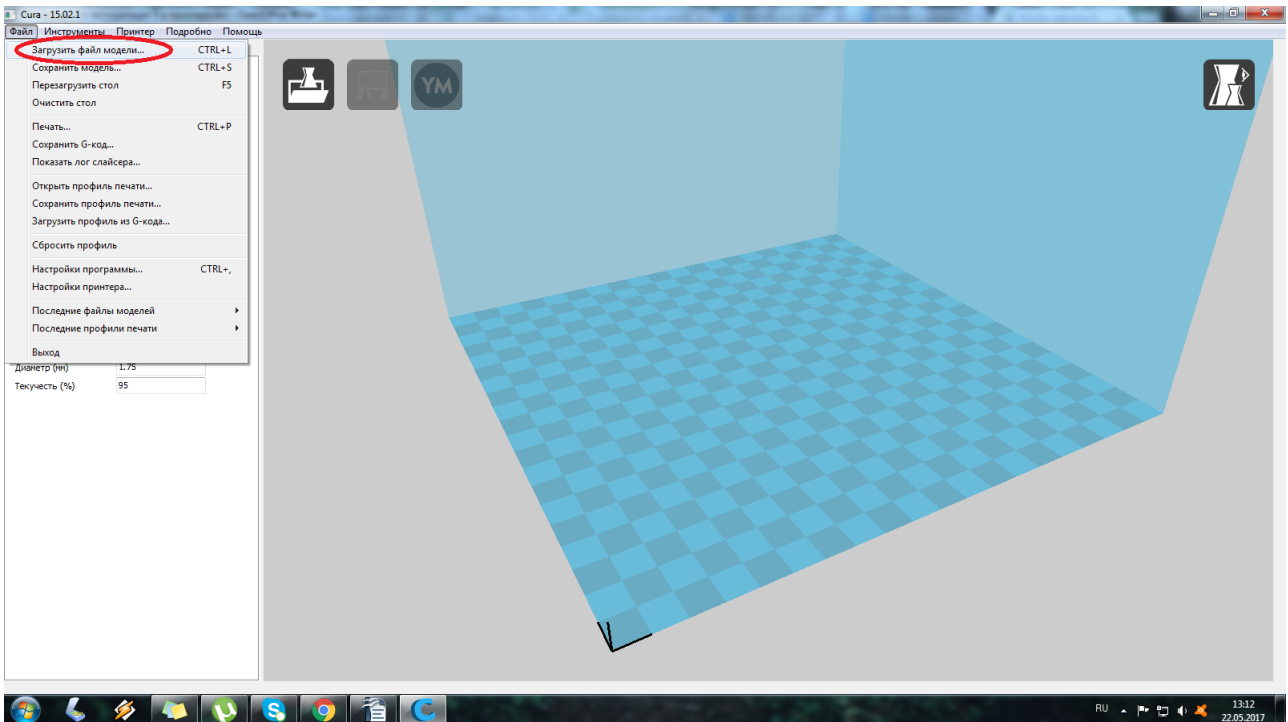

Рисунок 3. Файл>> загрузить файл модели»,
4. Для загрузки модели нажмите «Файл>> загрузить файл модели», рисунок 3